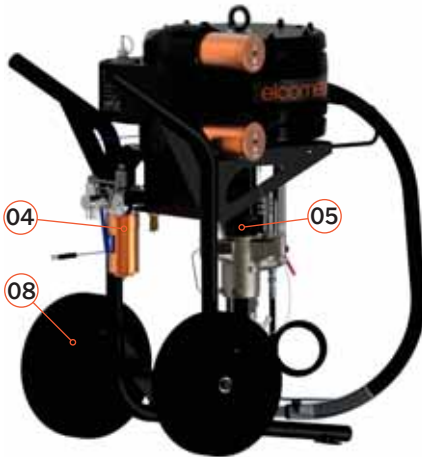

Fig.1
- 04** Régulateur-purificateur d'air (Fig. 1)
- 05** Couverture de protection de l'arbre (Fig. 1)